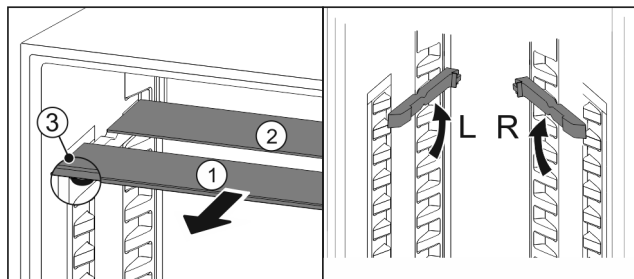

Fig. 17
- ▶ Wyciągnąć Fig. 17 (1) pojedynczo półki szklane do przodu.
- ▷ Płyta szklana Fig. 17 (1) z listwą ozdobną znajduje się z przodu.
- ▷ Stopery Fig. 17 (3) wskazują w dół.